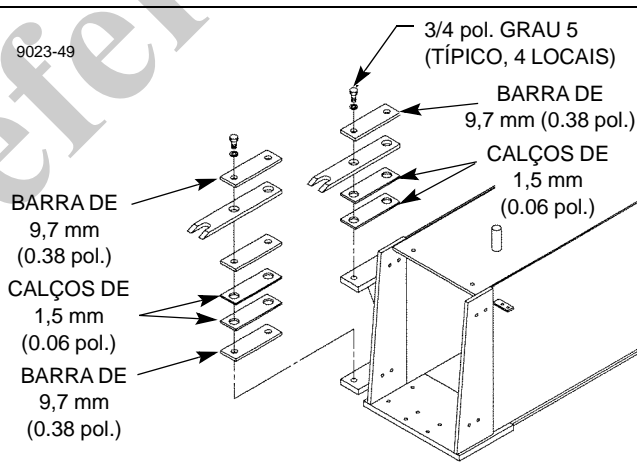

FIGURA 4-36
1. Sem apertar, parafuse os dois conjuntos de orelhas com calços e barras conforme mostrado na Figura 4-36 na lateral da primeira seção da lança.